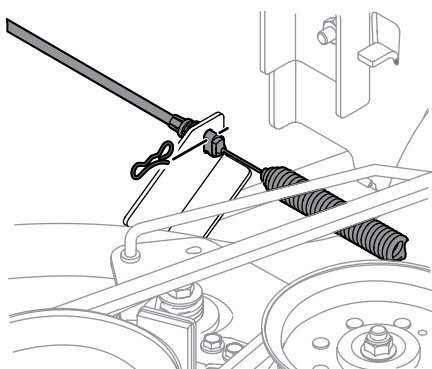

Figura 4-14
9. Extraiga con cuidado el cable de la PTO de la parte posterior de la plataforma de corte retirando el clip tipo moño que lo sujeta. Retire el resorte del soporte de polea loca de la plataforma. Consulte la Figura 4-14.